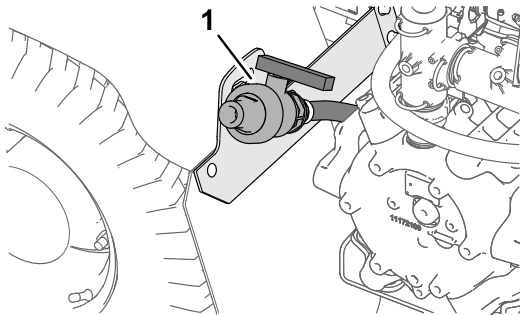

Figura 85
2. Localice la válvula de vaciado del depósito, situada en el guardabarros trasero izquierdo de la máquina (Figura 85).